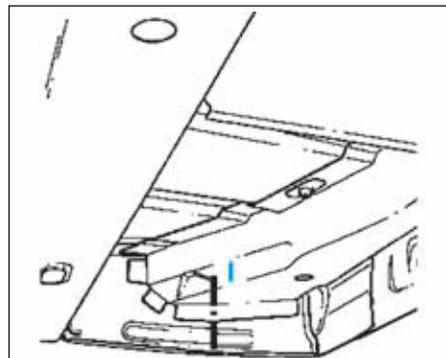

FIG.92
- Dépointer et fraiser comme illustré (Fig.89), (Fig.90), (Fig.91) et (Fig.92).
- Tracer puis percer à l'aide d'un foret pour un soudage ultérieur par points (Fig.89), (Fig.90), (Fig.91) et (Fig.92).
- Souder par points électriques et bouchonnage MIG (Fig.89), (Fig.90), (Fig.91) et (Fig.92).